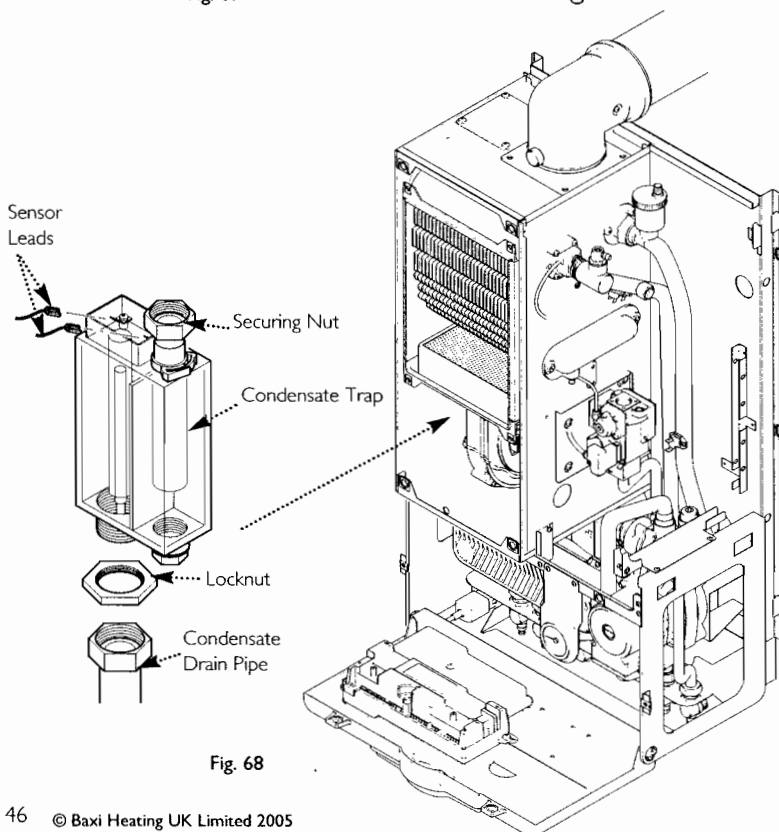

Fig. 68
13.24 Condensate Trap (Fig. 68)